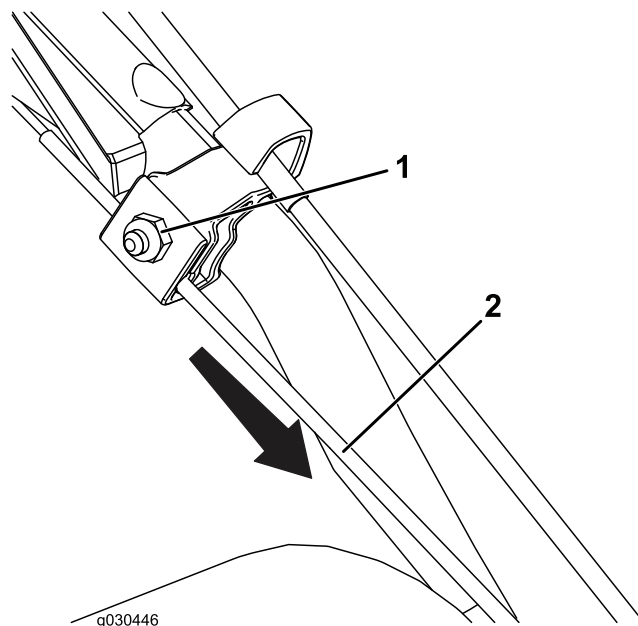

Рисунок 23
1. Ослабьте затяжку гайки верхнего зажима тросика, но не отворачивайте ее полностью (Рисунок 23).
2. Потяните тросик вниз, чтобы в значительной степени устранить его провисание (Рисунок 23).
3. Затяните гайку (Рисунок 23).